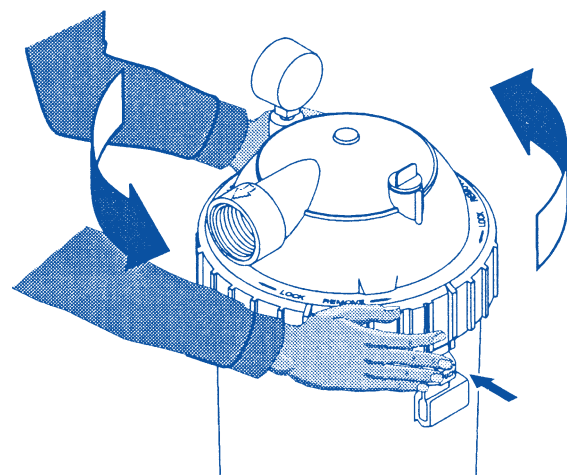

Abbildung 3
- a) Sicherheitslasche gegen den Filtertank drücken, siehe Abbildung 3.